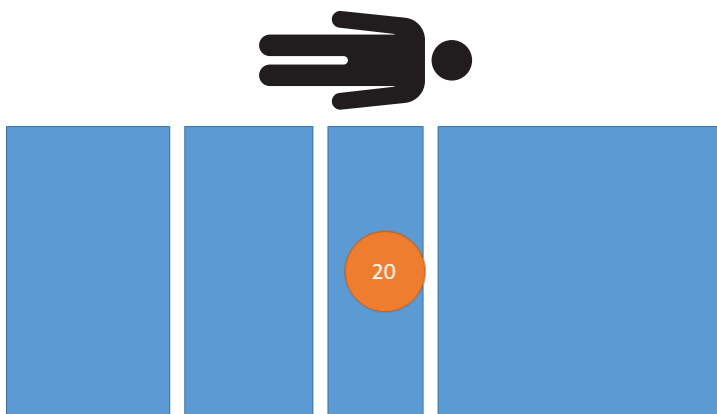

Figura 18 – Test de performanță de cântărire - 20 kg
1. Folosind greutăți calibrate, așezați 20 kg pe produs (Figura 18).
11. Folosind greutăți calibrate, așezați 20 kg pe produs (Figura 18).